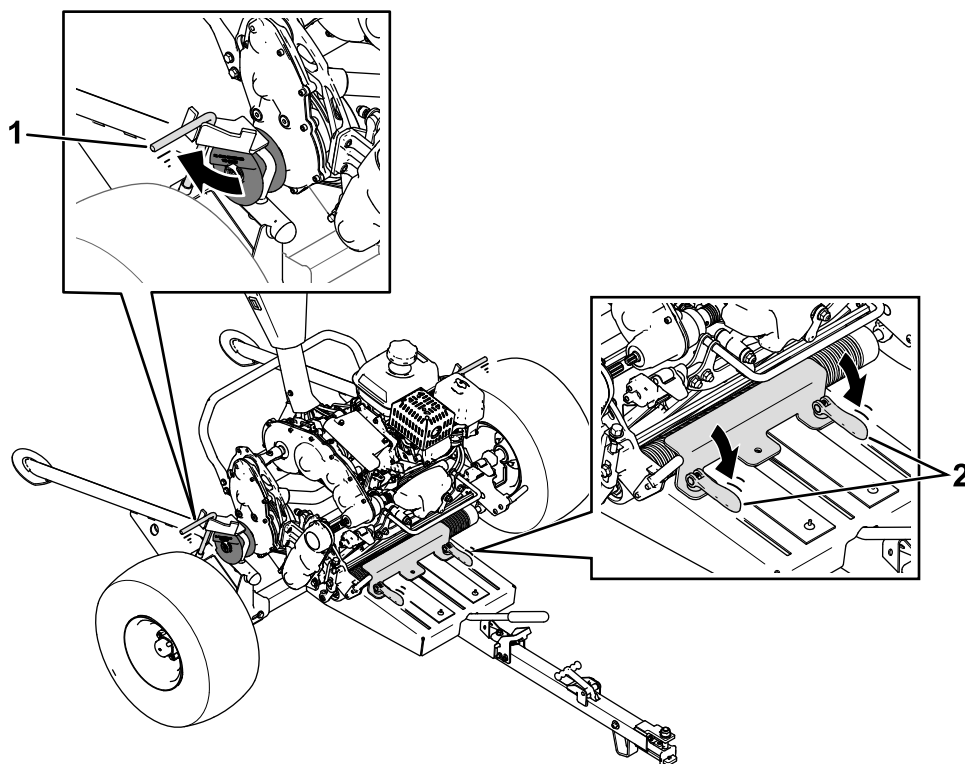

Figura 10
- Chiudete i perni di ritenuta su entrambi i lati del rimorchio (Figura 10).